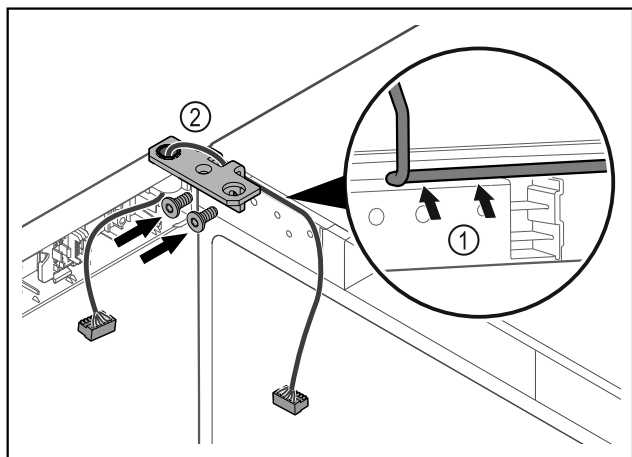

Fig. 39
- ▶ Faire passer le câble avec précaution par le trou de l'équerre de charnière Fig. 39 (1).
- ▶ Visser l'équerre de charnière Fig. 39 (2).